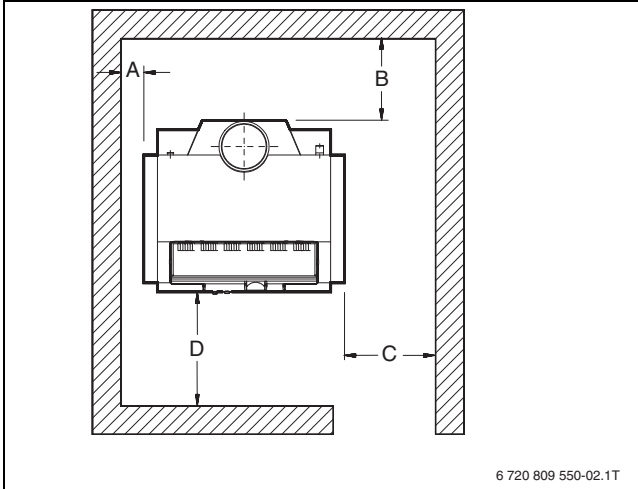

Рис. 5 Расстояния от стен для одного котла
- Учитывайте рекомендуемые расстояния от стен (→ рис. 5 и таблица 22).